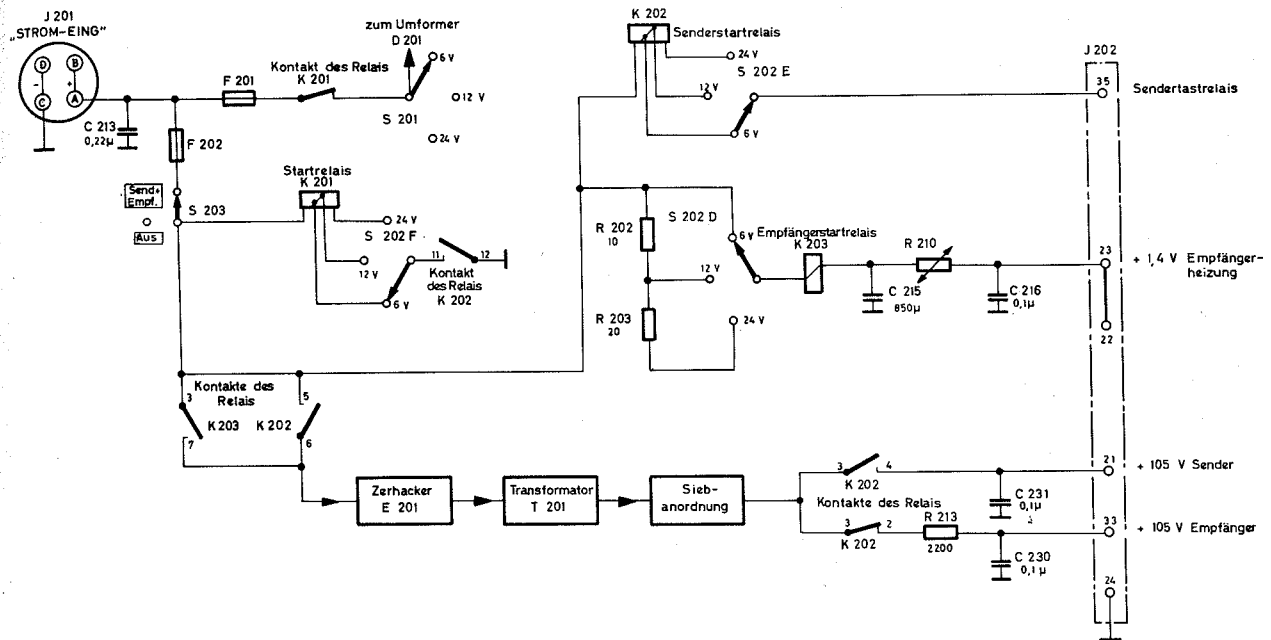
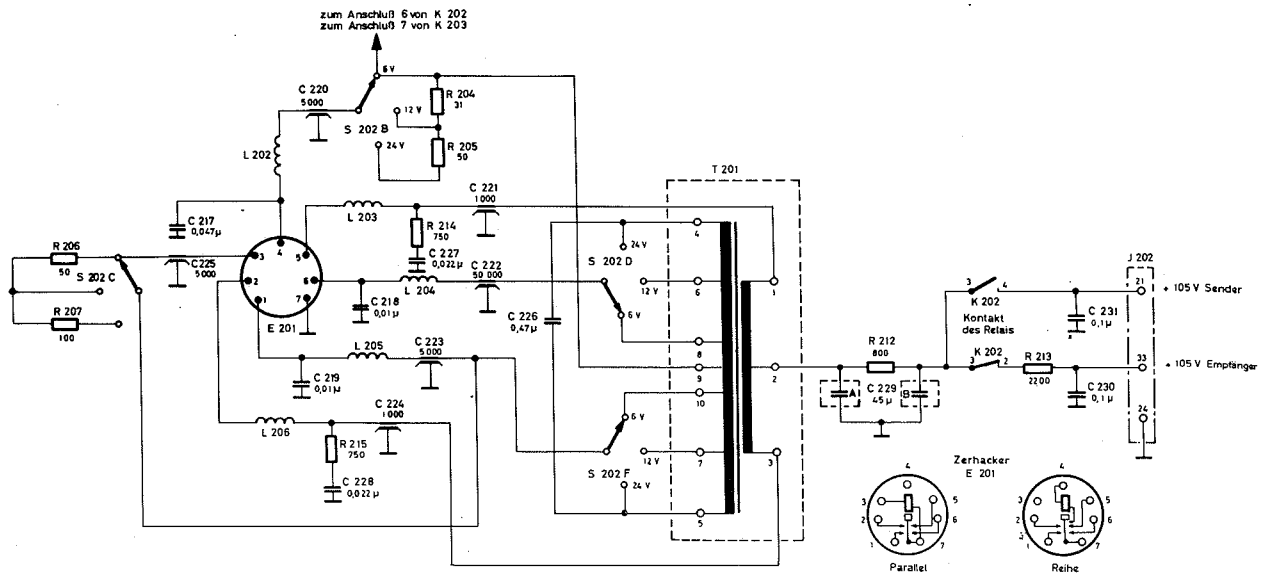

Bild 82 Stromversorgungsgerät DY-88/GRC-9, Schalterstellungen
Bild 83 Stromversorgungsgerät DY-88/GRC-9, Schaltbild des Zerkhackers
a) Sicherungen. Die Fahrzeugbatterie ist mit den Plus- und den Minusanschlüssen des Stromversorgungsgerätes verbunden (Bild 82). Der Kondensator C 213 arbeitet als Hochfrequenzableitkondensator. Er verhindert, daß die Zuleitungskabel Hochfrequenz abstrahlen, die sich störend für den Empfang auswirken. Die Batteriesicherung F 201 muß stets dann ausgewechselt werden, wenn Batterien mit anderen Spannungen verwendet werden (Abschnitt 6.1). Für den Zerhacker wird die Sicherung F 202 benutzt.
(Bild 82 und 83). Der „SENDEN U. EMPF.-AUS“-
5.4.3 Empfängerheizung (Bild 82)
T 201 (Bild 82) liefern für die Empfängerröhren (An-
oder über die Kontakte 5 und 6 des Relais K 202 (Bild 82), über Spannungswahlschalter S 202 B zur Mittelanzapfung des Transformators (Anschluß 9) T 201 (Bild 83). Mit Hilfe des Schalters S 201 können die drei verschiedenen Batteriespannungen eingestellt werden.
a) Wird Schalter E auf Stellung „SENDEN U. EMPF.“ gestellt, wird das Sender-Startrelais K 202 gespeist und die Kontakte 11 und 12 schließen sich, um dem Umformer-Startrelais K 201 Strom zuzuführen (Bild 82). Gleichzeitig schließen sich die Kontakte 5/6 und 3/4 des Relais K 202, während sich die Kontakte 2/3 öffnen (Abschnitt 5.4.6). Das Relais erhält 6-, 12- oder 24-Volt-Batteriespannung entsprechend der Stellung des Schalters S 202 E.
a) Die geschlossenen Kontakte 5 und 6 des Relais K 202 schalten die Batteriespannung auf den Zerschackerteil des Stromversorgungsgerätes (Bild 82). Der 105-Volt-Spannungsausgang wird über die geschlossenen Kontakte 3 und 4 des Relais K 202 (die Kontakte 2 und 3 sind nun geöffnet), dem Steckstift 21 des Steckers J 202 und den geschlossenen Kontakten 18 und 19 des Tastrelais K 101 zum Empfänger geführt (Bild 63).